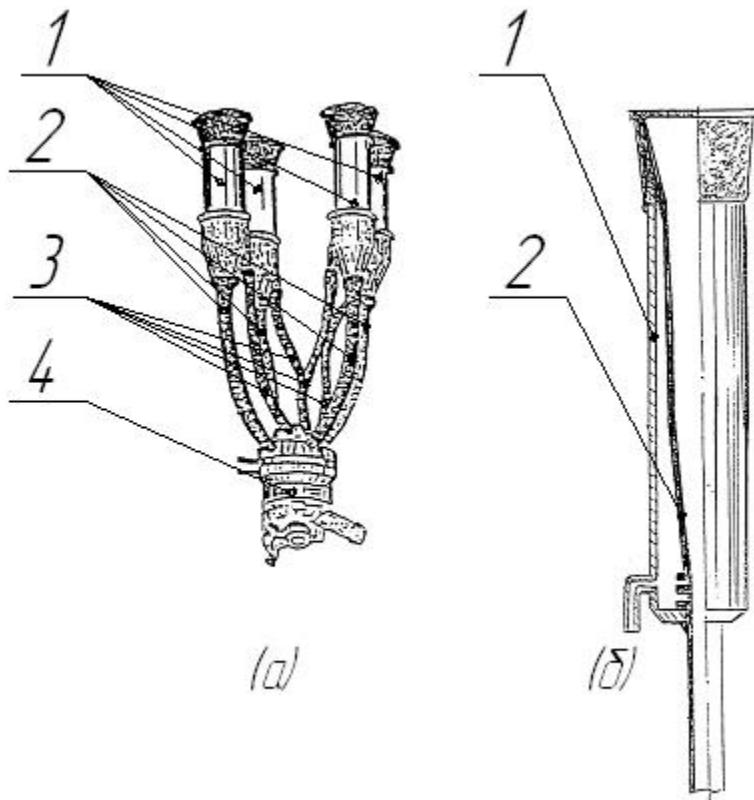

Рисунок 9 – Доильный аппарат попарного доения:
**Доильный аппарат.** Доильный аппарат попарного доения состоит из подвесной части (рисунок 9) с четырьмя доильными стаканами 1 и коллектора 4, молочного и вакуумного шлангов 2, 3.